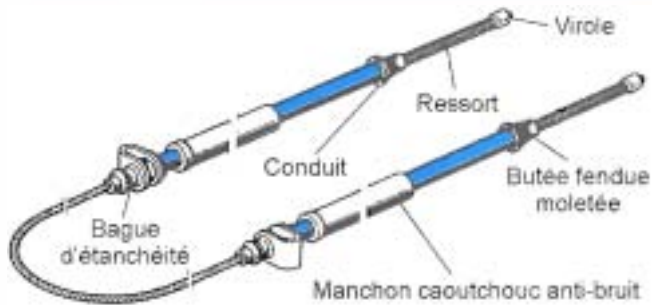

Figure 9.2A • Constitution d'un câble sous gaine. Câble secondaire de frein à main (document DBA Bendix).
- une commande **mécanique** pour le frein de secours et de stationnement, appelé plus couramment « frein à main » (figures 9.2A et B);